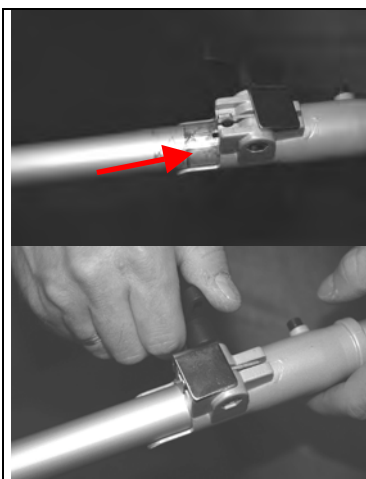

Abb. 15
<p>Bild 15</p>	<p>Bild 1 – pos. 9</p>